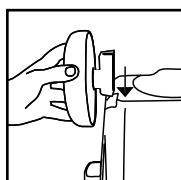

FIGURE 12
15. Faire glisser le carter d'essieu dans la rainure en queue d'aronde située à l'arrière de la cuve : le carter d'essieu est effilé et devrait glisser dans la rainure en queue d'aronde sans force excessive. **FIGURE 12.**